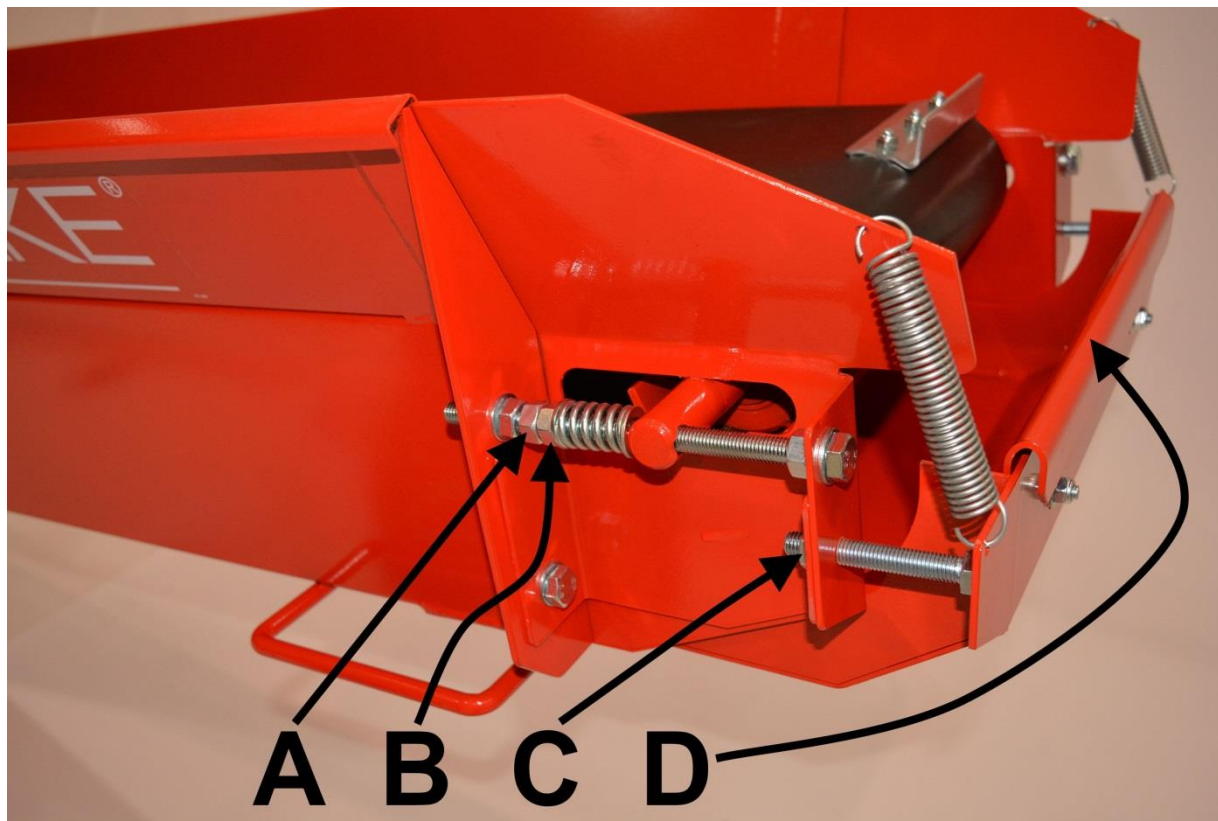

Bild 24.
1. Lossa på spännmuttern A på bild 24.
2. Spänn/lossa på bandet med muttern B på bild 24 (lika mycket på bägge sidor av bandet). Ifall bandet går snett, lossa på muttern B (i förhållande till fjädern) på den sida av bandet åt vilket håll du vill att bandet ska vända sig.
Skräpavskiljarens funktion påverkas avsevärt av följande: utmatningstransportörens lutning, bandets rotationshastighet och avståndet från transportörens övre rulle till separationsplattan D (bild 24). Ju brantare lutning (dock inte över 40 grader), mindre rotationshastighet och större avstånd mellan separationsplattan D och den övre rullen, desto bättre rengöringsresultat. Avståndet för skräpavskiljarens separationsplatta D justeras på fabriken i samband med testningen av maskinen så att det är nära det optimala värdet, men användaren kan vid behov ändra justeringarna med justerskruvarna C (2 st.) på bild 24.